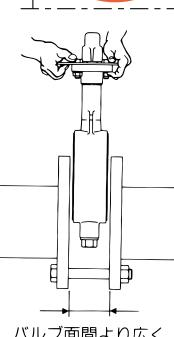
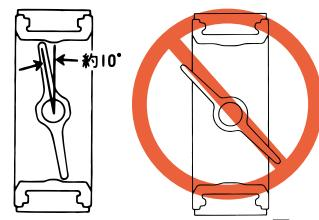

図4
図5
(1) フランジ面は、バルブ面間より 5~10 mm程度広くとなります。(図4) この余裕がないと、特にバタフライバルブを挿入するときに、ゴムシートに異常なねじり応力が発生したり損傷を受けたりして、外漏れの原因になります。また、バルブの弁体は全閉にせず、出荷時の状態(約10°開)のままで挿入してください。開けすぎてジスクがバルブの面間より飛び出した状態では挿入できませんし、ジスクを損傷することがあります。(図5)